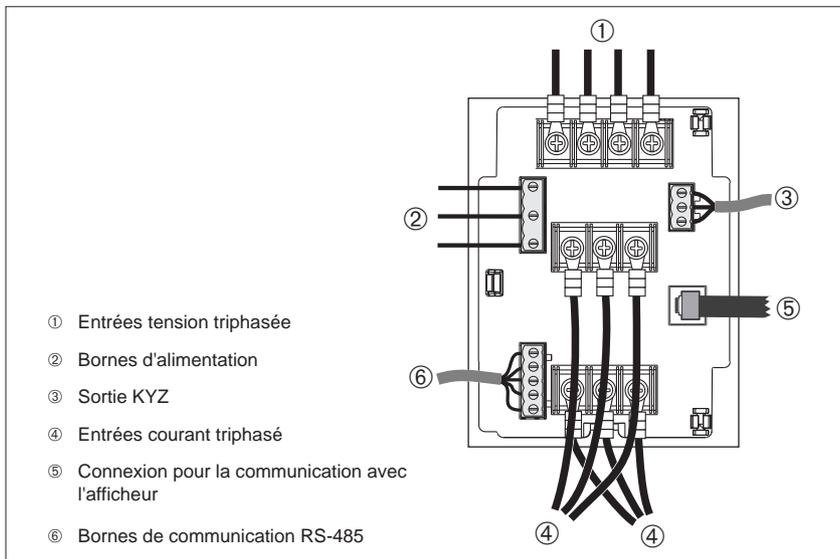

Figure 5-9 : Acheminement des câbles du Power Meter
La figure 5-9 ci-dessous montre l'acheminement typique des câbles du module du Power Meter.
1. Dénuder sur 6 mm (1/4 po) l'extrémité de tous les câbles. Au moyen d'un outil de sertissage approprié, fixer les cosses ouvertes (inclus dans le kit de montage) aux câbles d'entrées de tension et de courant (jusqu'à 2,5mm²), comme indiqué à la figure 5-9.
2. Connecter les cosses ouvertes aux bornes d'entrée tension triphasée (①, figure 5-9) et aux bornes d'entrée courant triphasé (④, figure 5-9). Serrer les vis du bornier à $1,0 \text{ N}\cdot\text{m}$ (9 lb-po).
3. Insérer les câbles d'alimentation ($1,5\text{mm}^2$) dans les borniers d'alimentation, comme indiqué à la figure 5-9. Câbler la tension d'alimentation depuis une des sources suivantes :